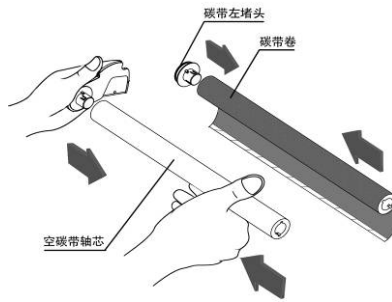

图 2.5.1
- 1) 按照图示方式，将不带碳带识别卡的碳带堵头装入碳带轴芯中，将带有碳带识别卡的碳带堵头装入空碳带轴芯中，注意使堵头两边突起卡入碳带芯轴内部凹槽中（注意安装方向）（图 2.5.1）；